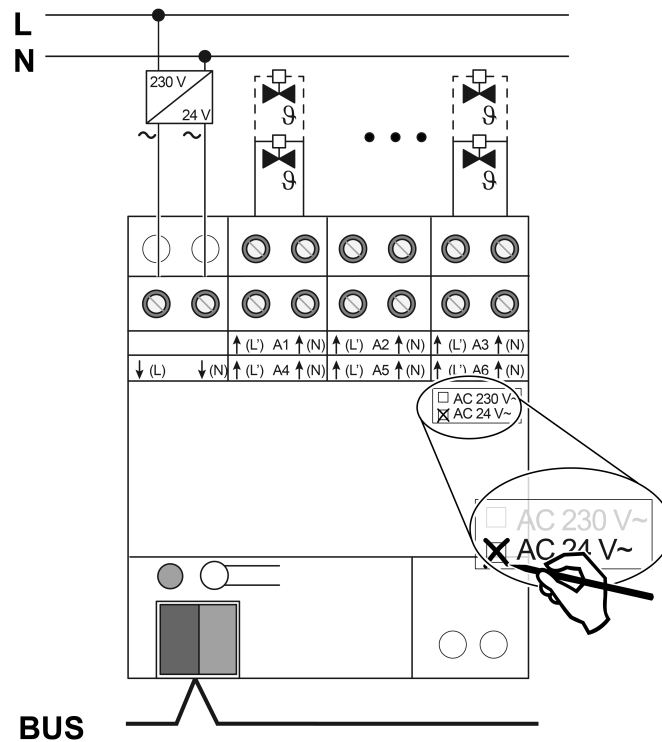

Figura 3: Collegamento attuatori 24 V
- Collegare gli attuatori AC 24 V secondo lo schema elettrico degli allacciamenti (Vedi figura 3).
- Collegare l'alimentazione per gli attuatori sui morsetti ↓(L) e ↓(N) (1).